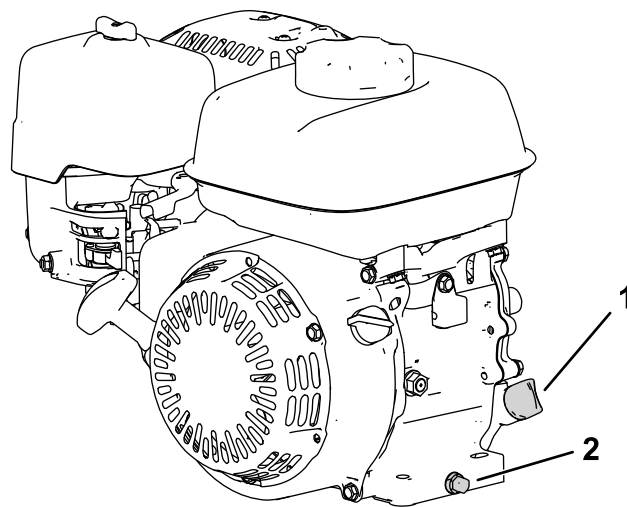

Рисунок 27
2. Установите машину так, чтобы двигатель располагался горизонтально, и очистите область вокруг маслозаливной горловины (Рисунок 27).
3. Снимите пробку сливного отверстия, шайбу и измерительный щуп (Рисунок 27).